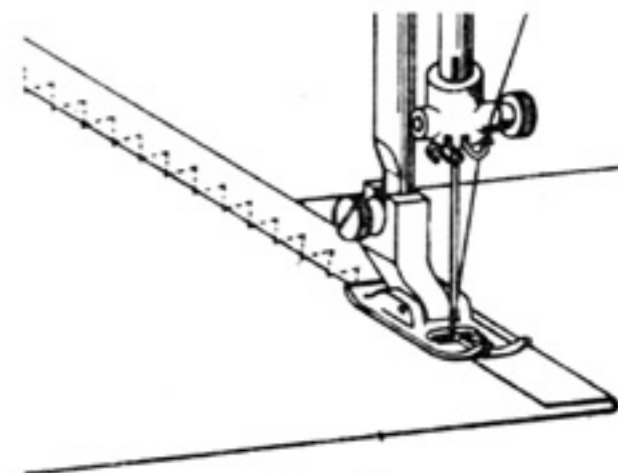

Рис. 52
30. Подрубка эластичного материала (рис. 52)